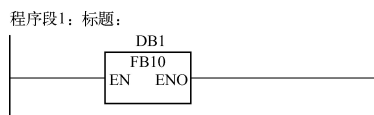

图 5-55 OB1 中的梯形图
4) 双击打开组织块 OB1，OB1 中的梯形图如图 5-55 所示。